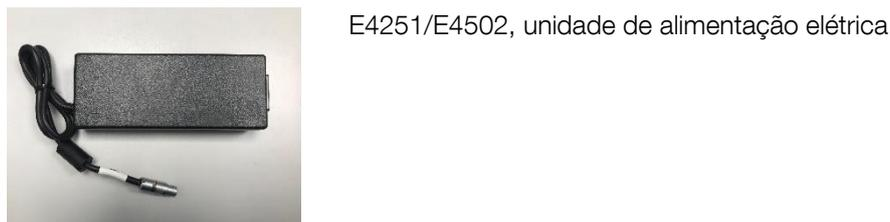

Fig. 7.2.4
- 1 unidade de alimentação elétrica, fig. 7.2.4